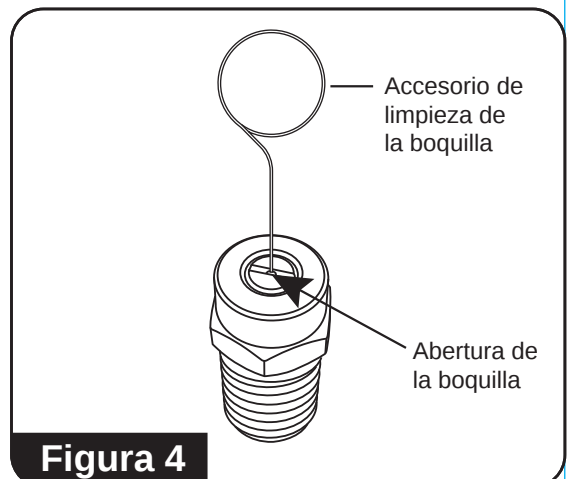

Figura 4
4. Con el accesorio de limpieza de la boquilla, libere cualquier material que obstruya o restrinja las aberturas de la boquilla (**Consulte la figura 4**).